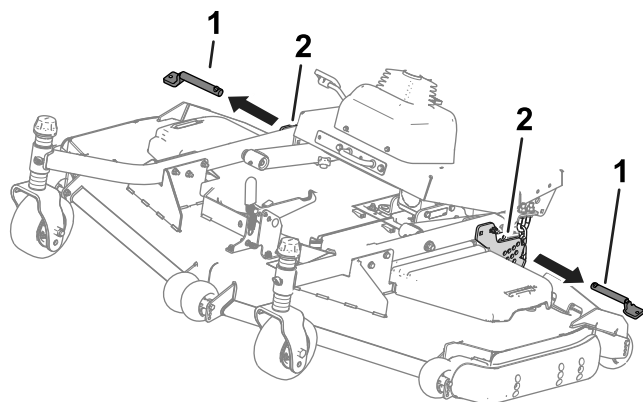

Рисунок 36
4. Извлеките штифты из пластин регулировки высоты скашивания (**Рисунок 36**).